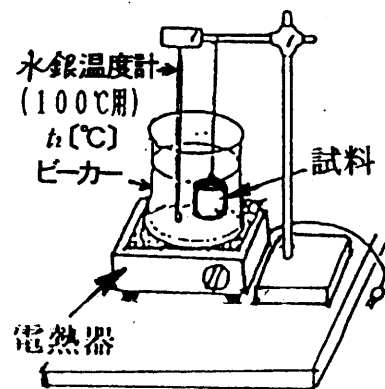

図2 試料の加熱
6. 図2のように、比熱測定用金属試料と100°Cの水銀温度計をスタンドに吊るす。水が沸騰してから3分以上たったときの水温t2 [°C]を測定する。